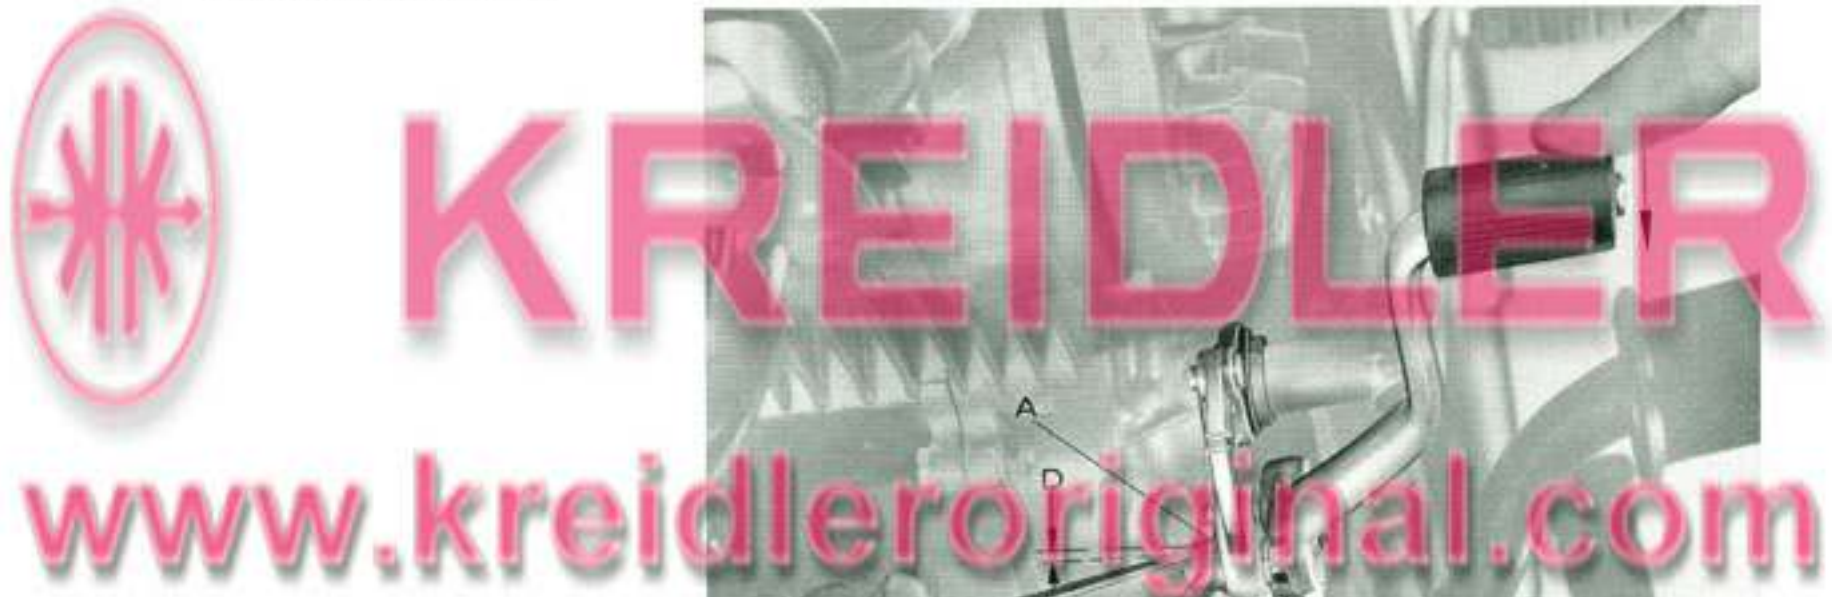
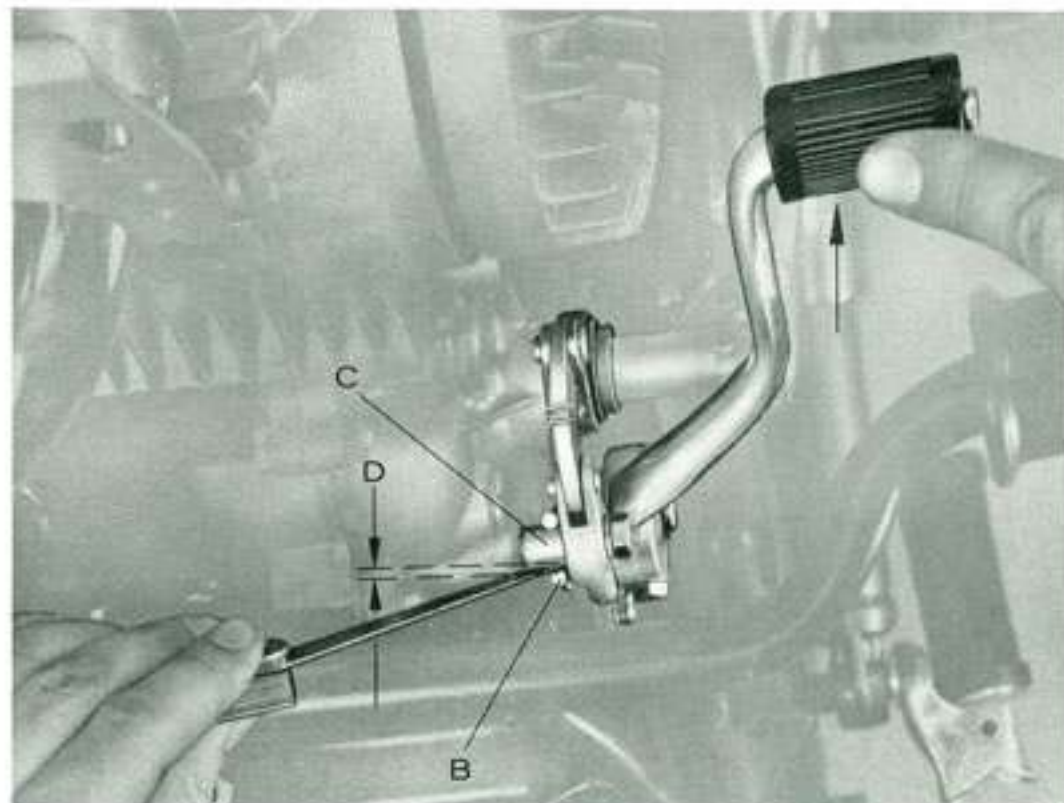

Bild 1
Bild 2
2. Mit dem Zeigefinger von oben nach unten mit etwa 3 kg Druck auf den Fußschalthebelgummi drücken (Bild 1) bis sich das Fußschalthebelfedernde „A“ von Einstelllexzenter „C“ abhebt. Nicht stärker drücken, weil sonst die Schaltung betätigt wird. Der nunmehr sichtbare Lichtspalt „D“ von ca. 1 mm Breite soll bei genauer Einstellung genau so groß sein wie bei der Gegenprobe nach Punkt 3 (Bild 2).
3. Bild 2 zeigt die Gegenprobe ob beim umgekehrten Drücken von unten nach oben der Luftspalt der einen Seite zwischen dem abgehobenen Federende „B“ und dem Exzenter „C“ mit der anderen Seite übereinstimmt.
4. Sind die beiden Abstände nach wechselseitigem Drücken und Loslassen nach Bild 1 und 2 zwischen den Federenden „A“ und dem Einstell-exzenter „C“ ungleich, so muß die Einstellung korrigiert werden.